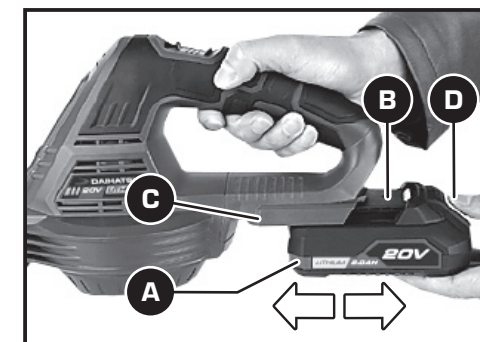

Figura 2
1. Para instalar la batería [A], alinee la guía de contactos [B] con la ranura de encastre de la carcasa [C] de la herramienta. Deslícela hasta insertarla completamente. Para asegurarse de que quedó bien instalada debe sentir un "click". **2.** Para quitar la batería, deslice hacia abajo el botón de extracción de la batería [D] para desbloquearla, y tire de la misma [Figura 2].